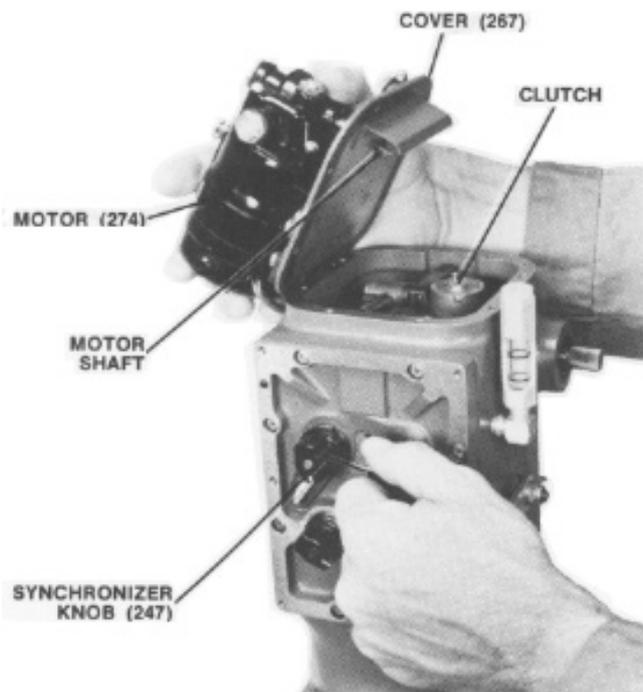

Figure 7-2. Installation du couvercle avec moteur de synchroniseur Bodine
La figure 7-2 montre la méthode d'installation du couvercle (267) lorsqu'il est équipé d'un moteur. Tournez le bouton du synchroniseur pour aligner l'embrayage avec l'arbre du moteur tout en maintenant le couvercle en position abaissée.